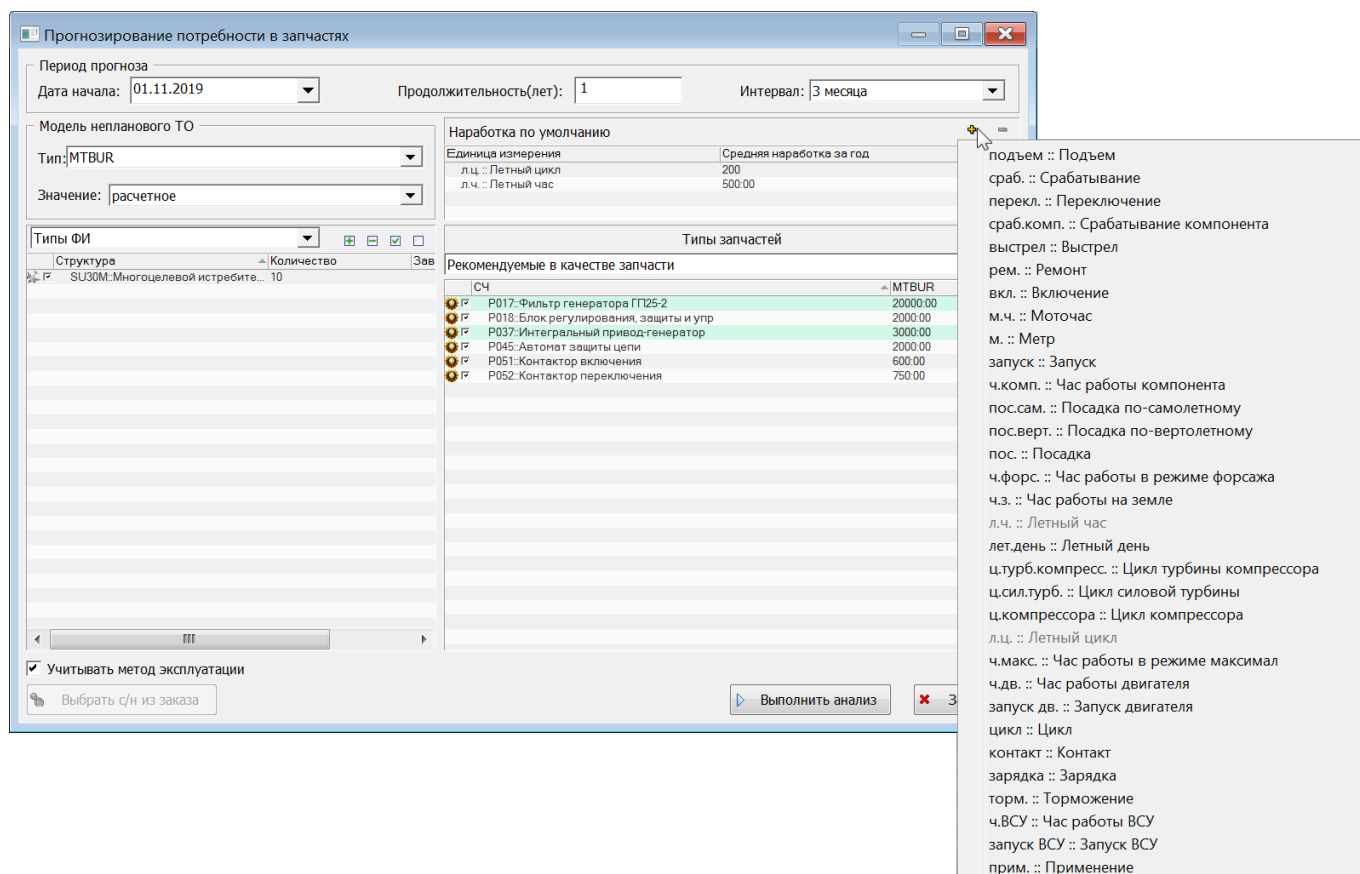

Рис. 10-268 – Единицы измерения наработки
4) В результате открывается диалоговое окно «Прогнозирование потребности в запчастях» (рис. 10-268).